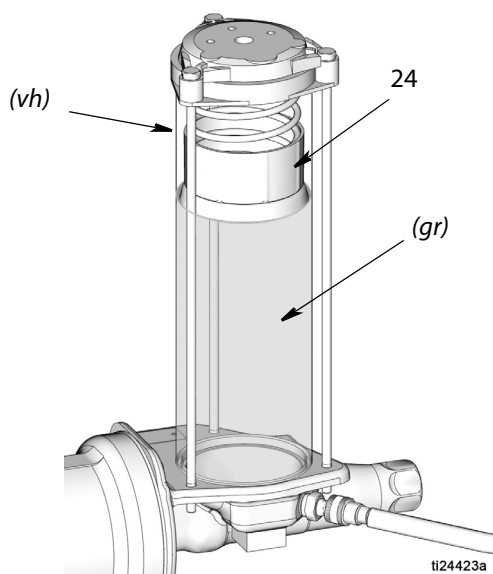

Рис. 5
3. Медленно подавайте консистентную смазку из насоса заполнения в резервуар до тех пор, пока смазка в резервуаре не поднимет прижимную следящую пластину (24) выше выпускного отверстия резервуара (vh) и смазка не начнет выступать из выпускного отверстия (vh) и вытеснять воздух внутри резервуара (Рис. 5).
**ПРИМЕЧАНИЕ:** Выпускное отверстие (vh) обращено к задней стороне резервуара и не может быть показано на Рис. 5. Приблизительное местоположение выпускного отверстия обозначено на рисунке как *vh*.